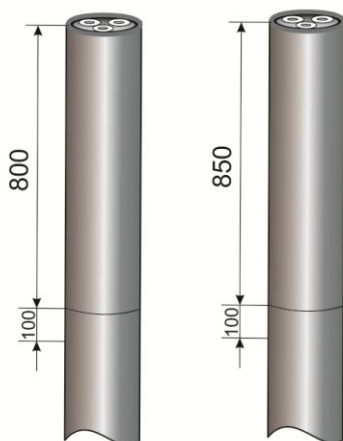

Рис.1
1.Для кабеля без брони. Распрямить конец кабеля на длине не менее 1000мм. На расстоянии 800мм от конца кабеля выполнить кольцевой надрез по оболочке кабеля. Зачистить оболочку наждачной бумагой на длине не менее 100мм (Рис.1).
Для кабеля с бронёй. Распрямить конец кабеля на длине не менее 1000мм. На расстоянии 850мм от конца кабеля выполнить кольцевой надрез по оболочке кабеля. Зачистить оболочку наждачной бумагой на длине не менее 100мм (Рис.1).